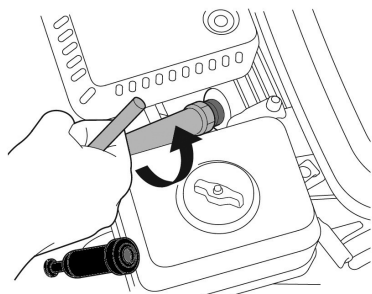

Рис. 26. Обслуживание свечи зажигания
2. Открутите свечу зажигания свечным ключом (Рис. 26).